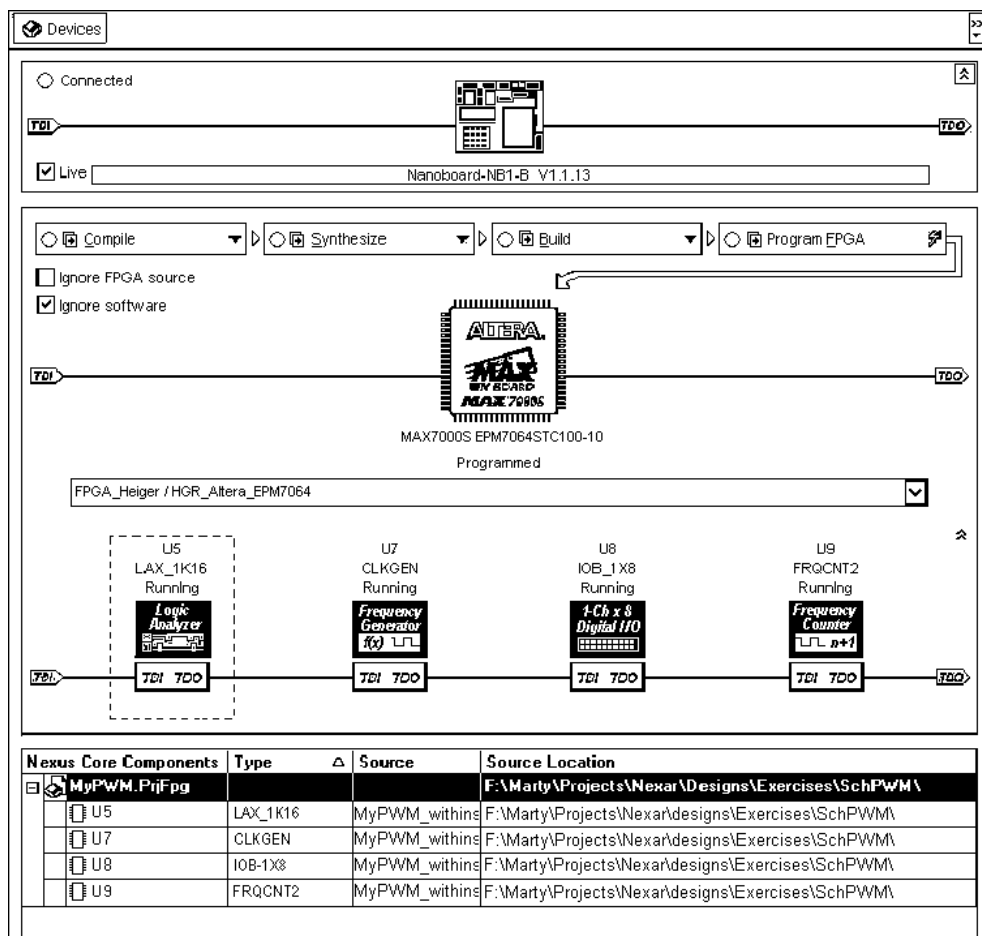

Рис. 7.12. Окно подсистемы Devices View
2. Выполнить команду главного меню **View | Devices View**; откроется оболочка **Devices** (рис. 7.12).
В моду **Not Live** можно перейти из моды **Live** непосредственно в оболочке **Devices View**, сняв активность опции **Live** в области **NanoBoard Controllers Chain** (см. рис. 7.12), либо по команде **Tools | Preferences | FPGA | Devices View** в главном меню программы.
мы коммутации в выбранную ПЛИС. Первые три фазы могут выполняться как в режиме **Live**, так и в режиме **Not Live**. Управляют этими фазами с помощью команд, выведенных на поля-кнопки в области **Hard Devices Chain** оболочки **Devices View** (см. рис. 7.12, 7.15).